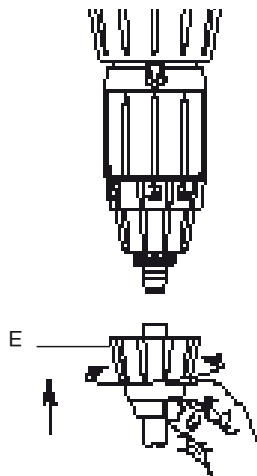

Рис. 8
- Отвинтите гайку (Рис. 8-Е) в нижней части дозирующего узла и вставьте в неё всасывающий шланг.